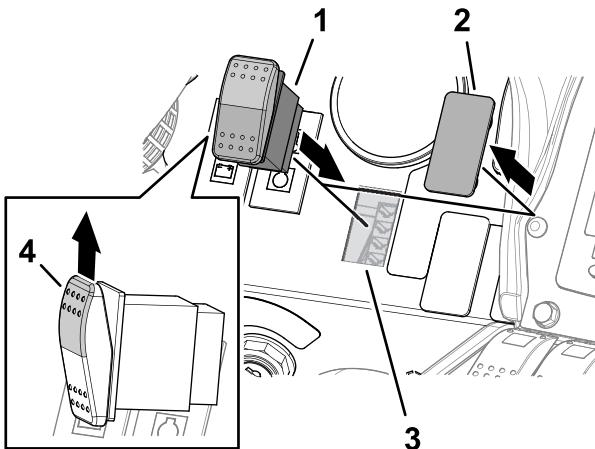

Bild 85
1. Entfernen Sie den Stopfen im Armaturenbrett, wie in Bild 85 dargestellt.
2. Richten Sie den 2-stufiger Schalter so aus, dass der Schalteransatz (Bild 85) auf die Oberseite des Armaturenbretts ausgerichtet ist.
3. Setzen Sie den 2-stufiger Schalter in die Öffnung im Armaturenbrett ein (Bild 85).